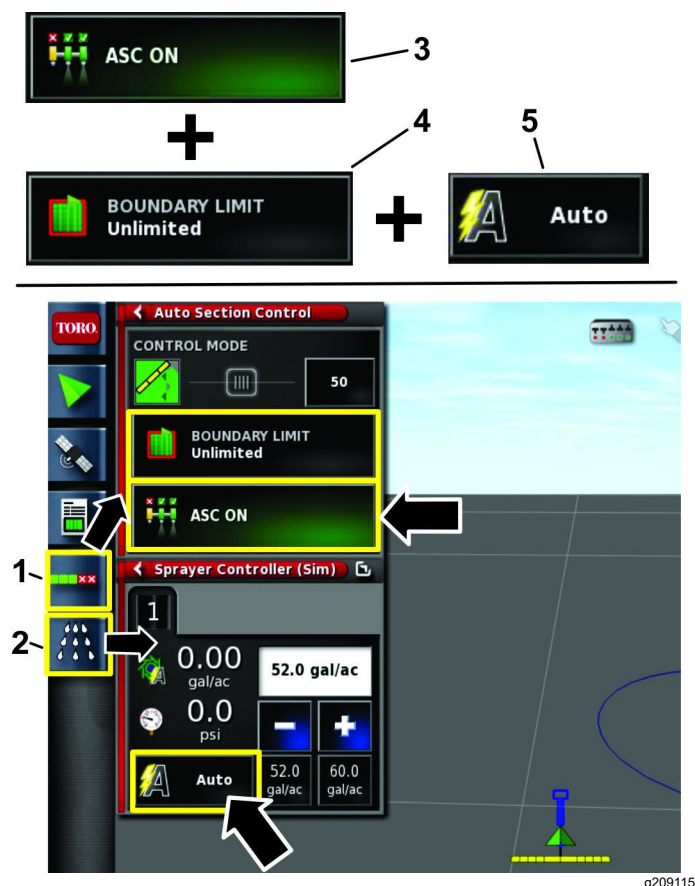

図 112
- 自動セクションコントロール構成アイコンとスプレーヤーコントローラアイコンを押す図 112。
- ASC アイコンをオンに設定し、境界リミットを非制限に設定し、レートコントロールを自動にする図 112。